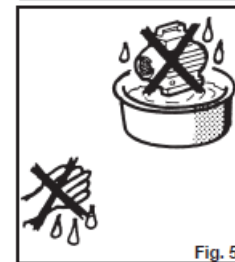

Fig. 5
- Nu atingeți convertorul cu mâinile ude și nu îl scufundați în apă sau în alte lichide (Fig. 5).